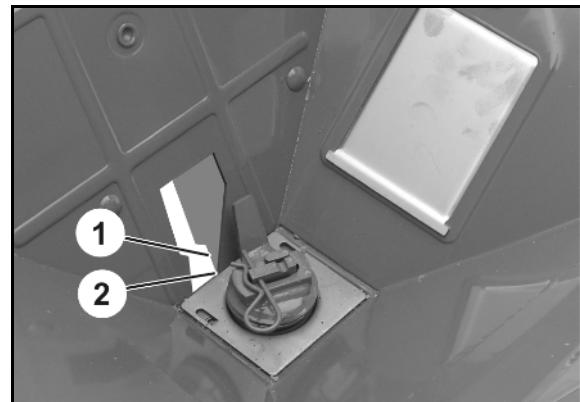

図 103
2. シャッター位置 11 を設定レバーで設定します(図 103/1)。